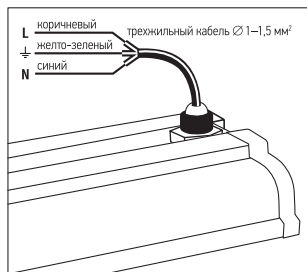

Рис. 3. Подключение
- Подключите сетевой кабель к светильнику, Рис. 3.